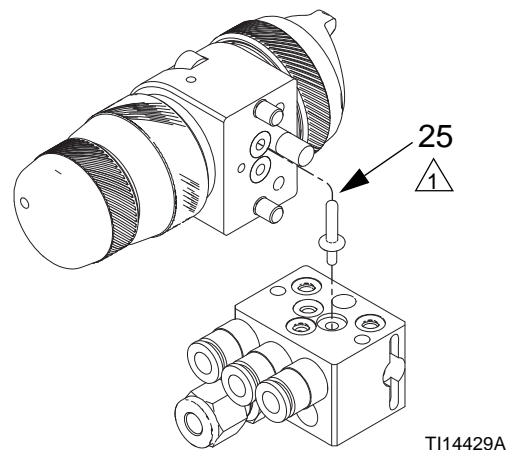

Fig. 1 : Pistolets avec collecteur
Voir FIG. 1. Le pistolet est expédié avec le bouchon mâle du fluide (25). Pour utiliser le pistolet dans un système à circulation, n'installez pas le bouchon mâle. Dans un système sans circulation, installez le bouchon mâle pour réduire le temps de rinçage.